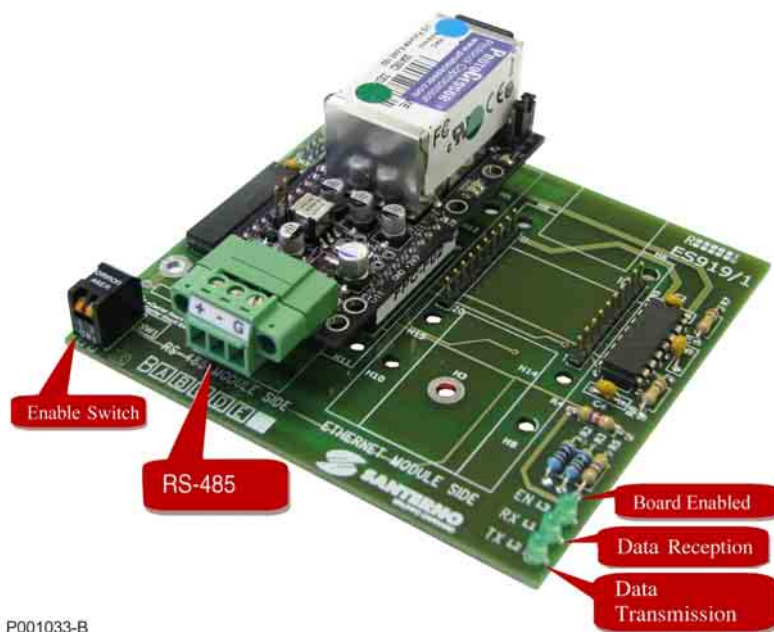

Figura 147: Placa ES919 para BACnet/RS485
11. Montar o dispositivo BACnet como na Figura 147.